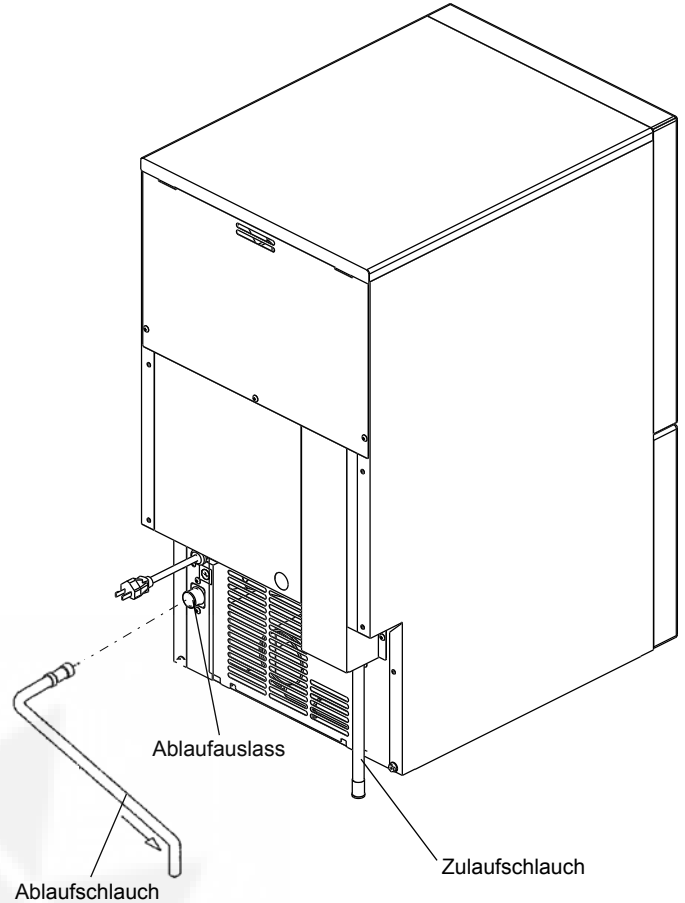

Abb. 3
- 2) Den grauen, flexiblen Ablaufschlauch (Zubehör) mit der Hand auf den Anschluss an der Rückseite des Eisbereiters (siehe Abb. 3) schrauben. Dabei darauf achten, dass die Gummidichtung richtig liegt, damit die Verbindung dicht ist. Der Schlauch lässt sich auf die richtige Länge, d. h. der Position des Hauptabflusses entsprechend, zuschneiden. Zur Vermeidung von Wasserlecks den Ablaufschlauch mit einer Schlauchklemme am Ablaufauslass sichern.